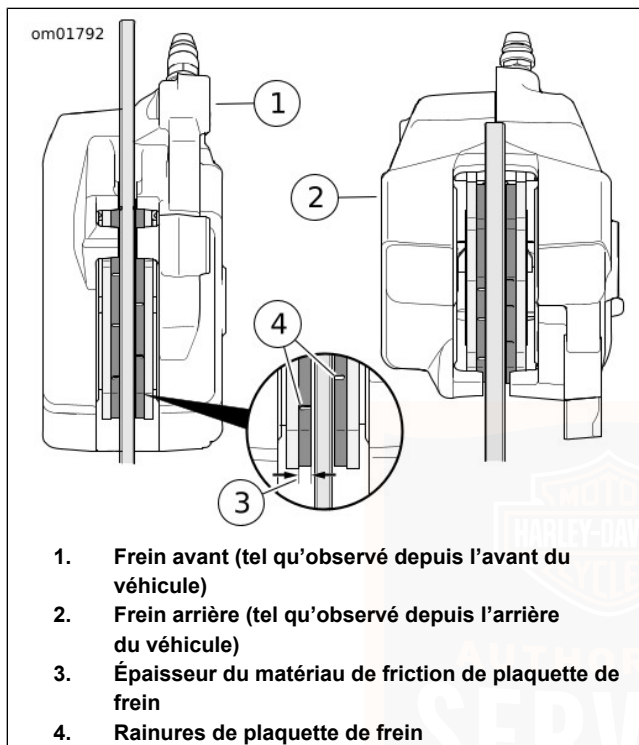

Figure 69. Matériau de friction des freins
1. Voir Figure 69. Vérifier le disque de frein à mesure qu'il tourne. Le disque doit rester centré dans l'étrier de frein.